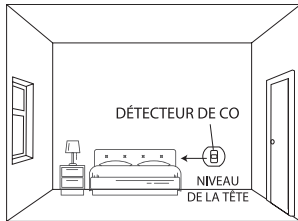

Figure 2: Installation dans une chambre à coucher ou dans une autre pièce sans appareil de chauffage à combustible (installation au niveau du chevet)
2. Installation d'un détecteur de CO dans une chambre à coucher ou dans une pièce sans appareil de chauffage à combustible (voir Figure 2):